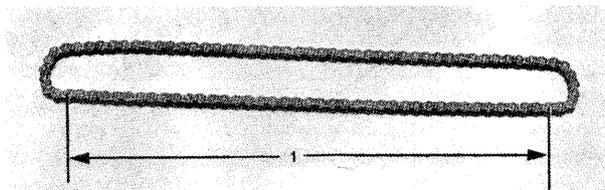

Bild 21 Die Kettenlänge (1) zwischen 41 Stiften (40 Kettenglieder) sollte 635–648 mm betragen.
- Die Dehnung der Antriebskette bei straff gespannter Kette an den Abständen der Stifte von Stiftmitte zu Stiftmitte messen (Bild 21).